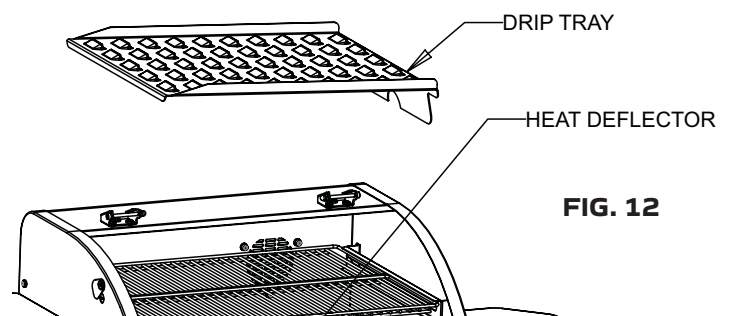

FIG. 12
1. Monter la lèchefrite comme indiqué aux Fig. 12 et 13.